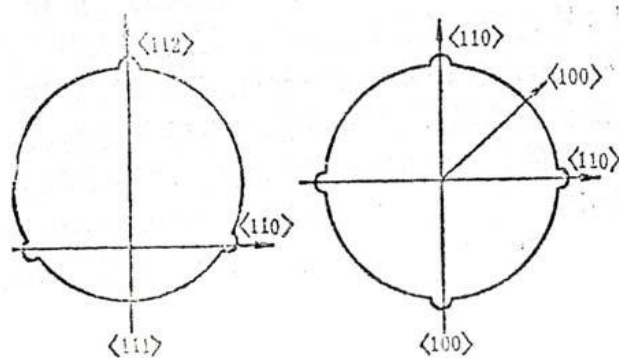

图 1.8
1.预检：一根硅单晶锭的晶向通常可以从其外部形状来粗略判断。在直拉硅单晶的柱面上通常显露处具有轴对称性的棱线，不仅可以从棱线的对称性判断他们围绕着什么晶轴，而且可以工具棱线间的相对位置来估计其他晶轴的大致取向。图 1.8 是 $[111]$ 和 $[100]$ 晶轴方向直拉硅单晶的端面，可以看出在 $[111]$ 晶向硅单晶的横断面上，相邻量晶棱的连线指向为 $[110]$ ，与此垂直的方向为 $[11\bar{2}]$ 。在 $[100]$ 晶向硅单晶的横断面上，通过两个棱的直径方向为 $[110]$ ，两个 $[110]$ 之间为 $[100]$ 。晶棱截面边缘上分布的对称程度反映了截面和晶轴的垂直程度。在识别了这些晶轴方向的基础上还可以推断处另外一些晶轴方向。通过这样的预检，可以大致估计出晶锭的空间位置，使被测晶轴近似与激光轴平行。